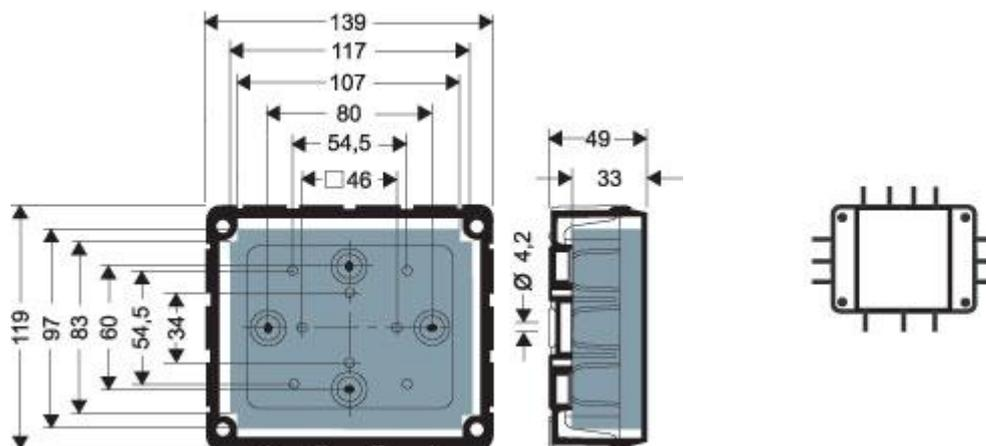

Рис.3.2
3.10. Внешний вид и основные размеры корпуса **БУ882SUM** приведены на рис.3.2.